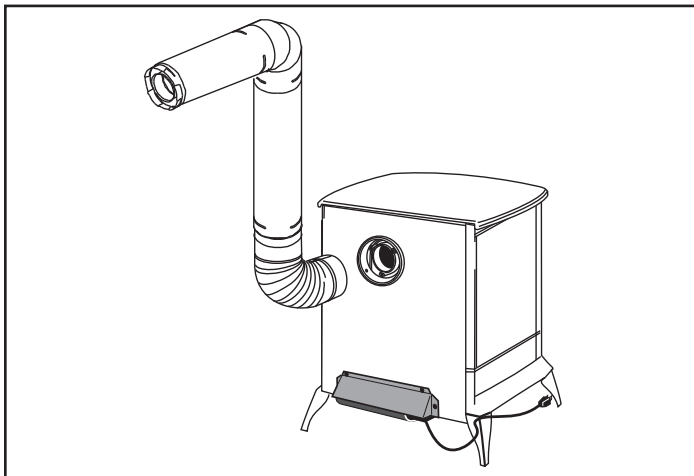

Figure 3.23
**Étape 2** – Les tuyaux et les raccords DirectVent Pro et SLP sont conçus avec des raccords spéciaux à verrouillage par rotation. Pour connecter le système de ventilation à la sortie de conduit de cheminée du poêle, utilisez l'adaptateur à verrouillage par rotation installé sur le poêle en usine. Assemblez la combinaison souhaitée de sections de conduit et de coudes noirs sur l'adaptateur de l'appareil avec les cordons de soudure des conduits orientés vers le mur ou le sol, de façon à être autant que possible hors de vue (figure 3.23).